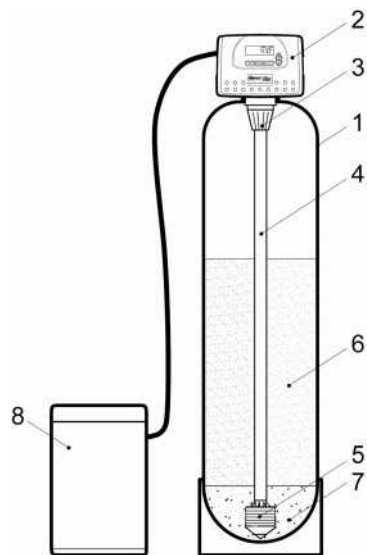

Рис.1
7.1 Системы «WiseWater» (Рисунок 1) состоят из: